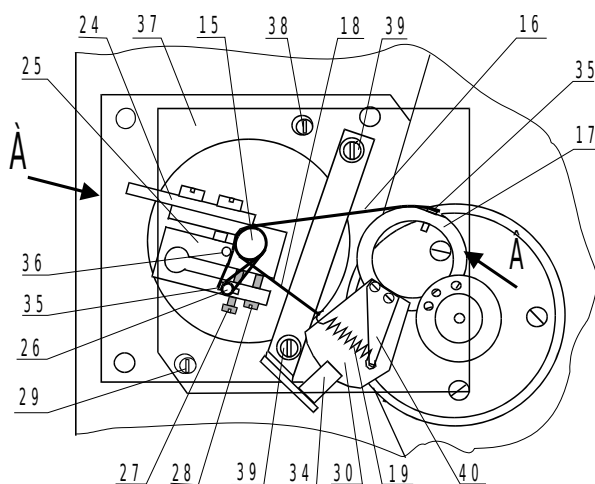

Рис. 10-4. Привод монохроматора.
- 1) При выключенном приборе рукой за флажок **24** установить водителем **25** примерно в положение, изображенное на рис. 10-4.
- Для уменьшения длины волны, выделяемой монохроматором, следует отвернуть винт **28** на долю оборота и на такую же долю оборота завернуть винт **27** (см. рис. 10-4)